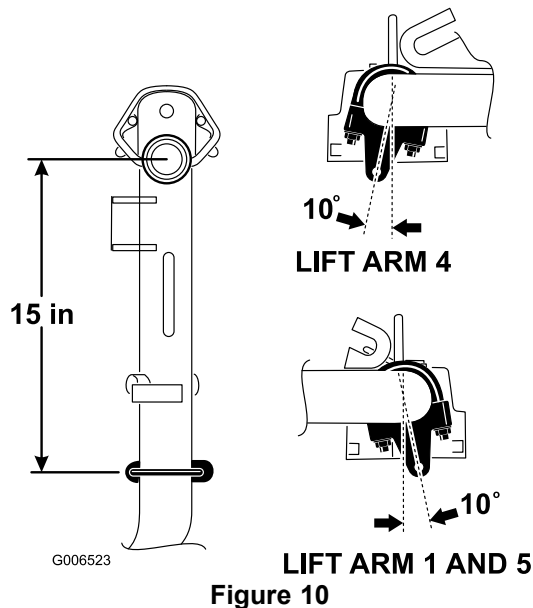

Figure 10
1. Sur les bras de relevage N° 1, 4 et 5, positionnez les supports de chaînes et les étriers filetés à 38 cm derrière l'axe du pivot (Figure 10). Sur les bras de relevage N° 1 et 5, tournez les supports vers la droite de 10 degrés par rapport à la verticale (Figure 10). Sur le bras de relevage N° 4, tournez le support vers la gauche de 10 degrés par rapport à la verticale (Figure 10).